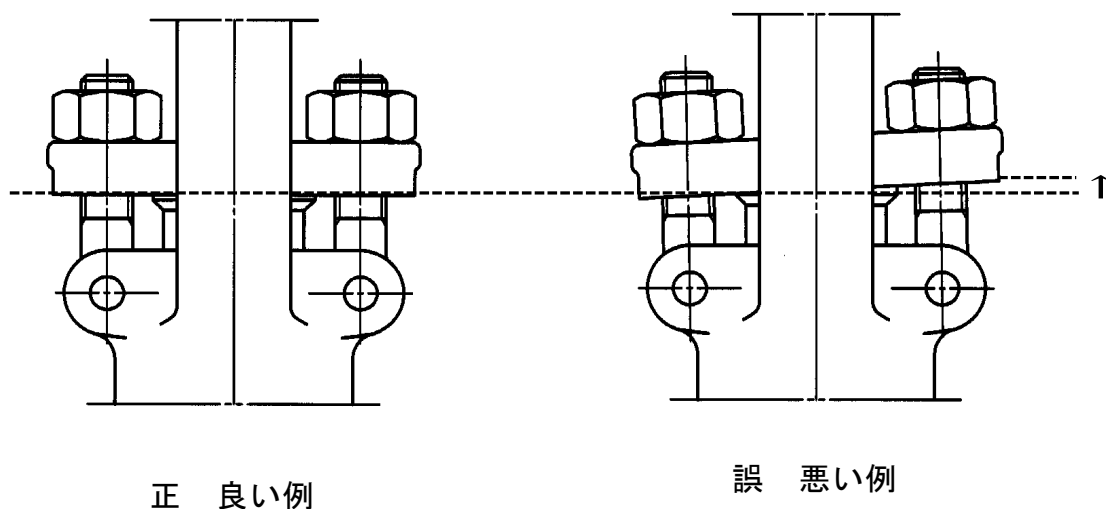

図 7.1 グランドボルトナットの締め付け調整例
- ② この場合、弁棒ねじ部にはグリースを塗ることによって操作性を維持することができます。
- ③ グランドパッキンを挿入する場合は、グランドパッキンの切り口が重ならないように、1リングずつ挿入し、且つ1リングずつ毎に適当な締付力を与えてください。
- ④ 図 7.1に示すとおり、グランドボルトナットを締めながらハンドル車の廻り具合をみてグランドを片締めしないように交互に平均した力で調整してください。